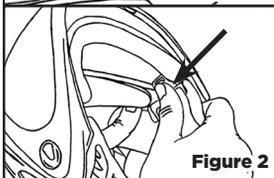

Figure 2
- 2 Une fois que les clips de rétention sont débloqués et en position pour libérer le verre, appuyez de chaque côté du verre pour dégager le verre de son logement. [voir figure 2]